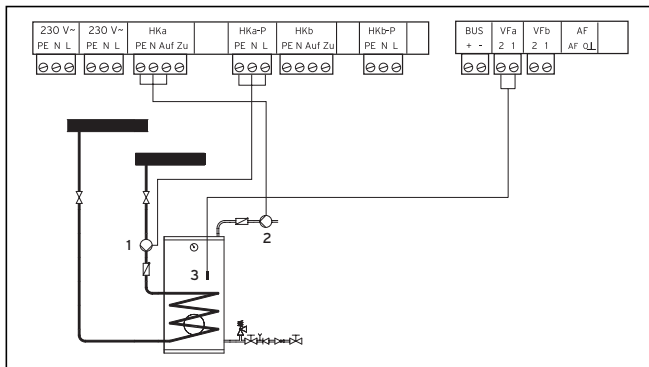

Abb. 5.3 Einen Mischerkreis als Speicherladekreis anschließen
- Nehmen Sie die Anschlussverdrahtung gemäß Abb. 5.3 vor.